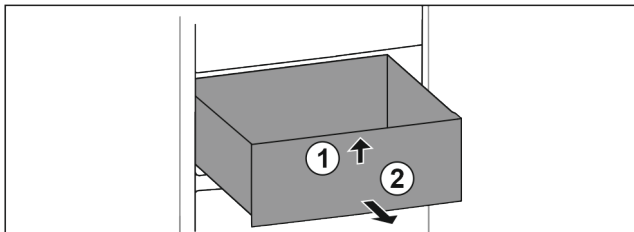

Fig. 48
- ▶ Nadzvedněte zásuvku vpředu. Fig. 48 (1)
- ▶ Vyjměte zásuvku dopředu. Fig. 48 (2)